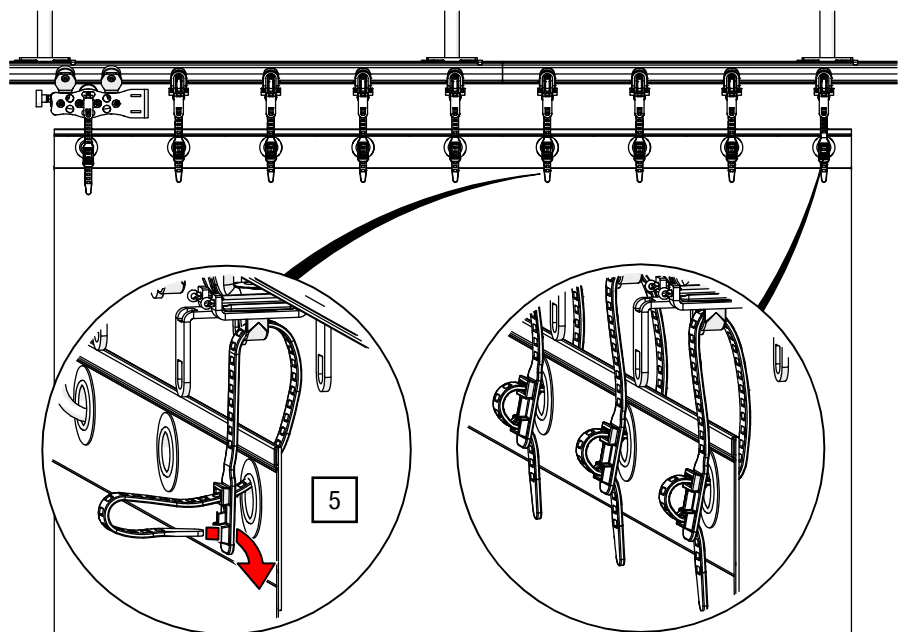

Abb. 106: Innenlagen – Softbinder schließen
5. Stellen Sie die Innenlagen bündig mit dem Boden ein, schließen Sie den Softbinder und sichern Sie das Ende im zweiten Loch (siehe Abb. 106).